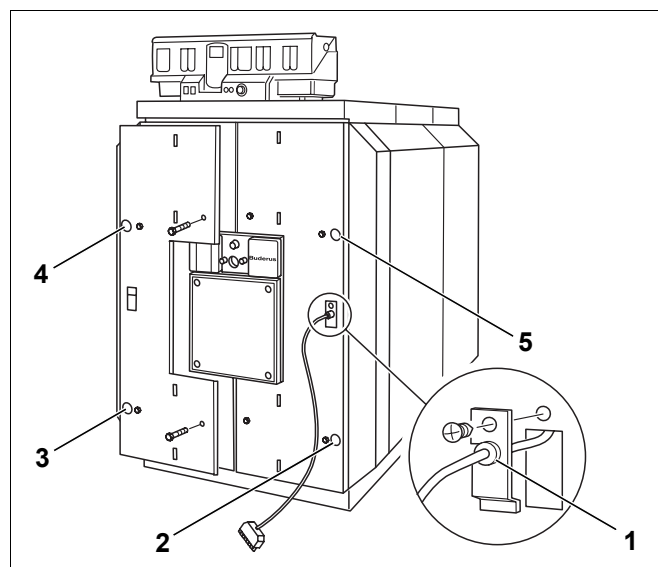

Fig. 57 Montaggio del rivestimento della porta del bruciatore
- Agganciare il cavo del bruciatore nel passaggio cavi col fermo antitrazione (fig. 57, [1]).
- Applicare il rivestimento della porta del bruciatore dal davanti sulla porta del bruciatore e avvitarlo con quattro bulloni (fig. 57, da [2] a [5]).